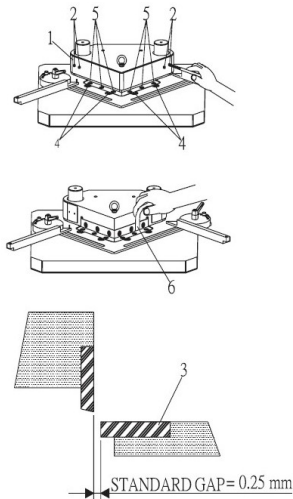

Abb. 13: Schutzabdeckung demontieren
Schritt 2: Lösen Sie die Schrauben 2 und entfernen Sie danach die Schutzabdeckung 1 (Abb.13).
Schritt 3: Lösen Sie die Vorspannschrauben 4. und die Messerschrauben 5 (Abb.13).